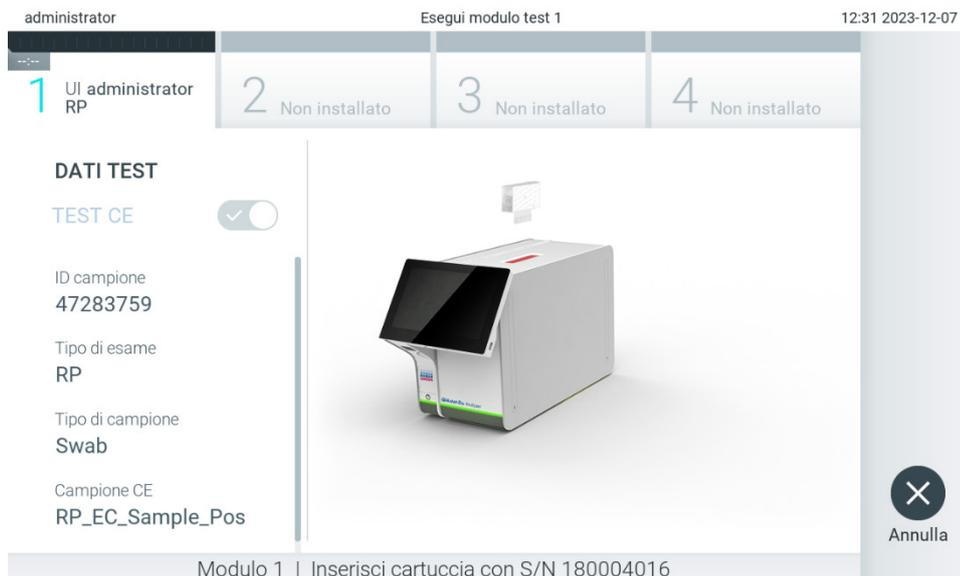

Figura 97. Inserimento della cartuccia d'esame QIAstat-Dx nel QIAstat-Dx Analyzer 2.0.
9. Accertarsi che entrambi gli sportellini del campione, quello della porta tampone e quello della porta principale della cartuccia d'esame QIAstat-Dx, siano chiusi saldamente. Quando la porta di ingresso della cartuccia sulla parte superiore del QIAstat-Dx Analyzer 2.0 si apre automaticamente, inserire la cartuccia d'esame QIAstat-Dx con il codice a barre rivolto verso sinistra e le camere di reazione rivolte verso il basso (Figura 97).